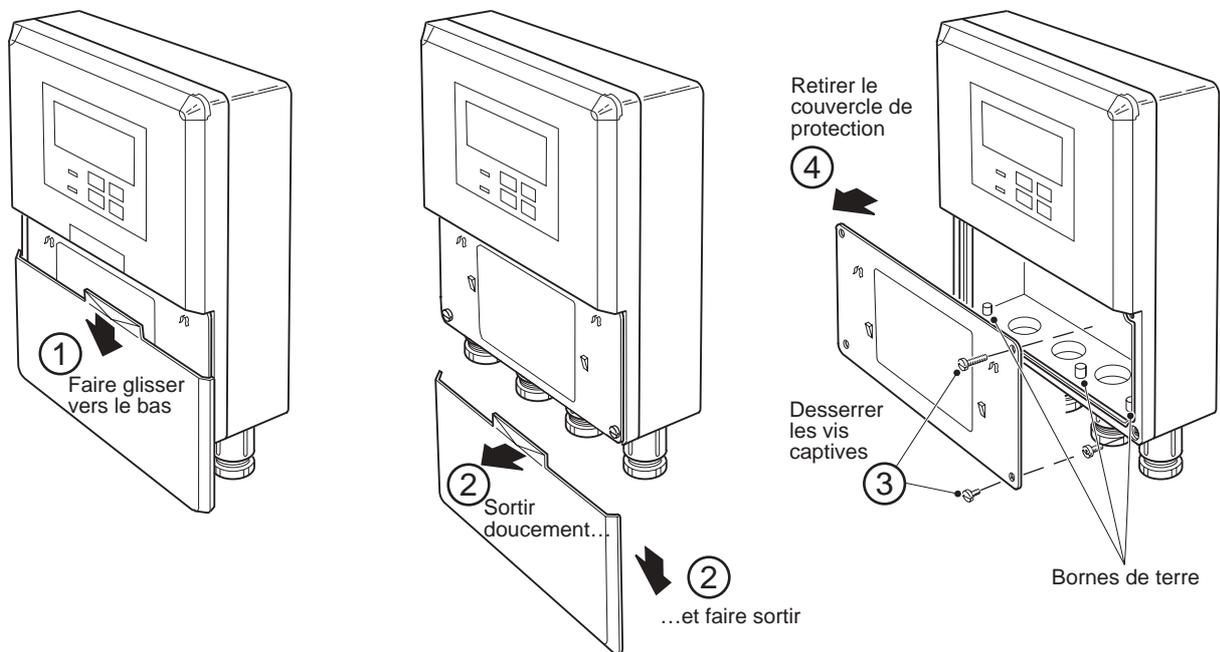

Figure 4.2 Accès aux bornes des instruments muraux
- **Les bornes de mise à la terre** – sont montées sur le boîtier du transmetteur pour assurer la connexion sur la barre collectrice (terre) – voir Figure 4.2 ou 4.5.
4.2 Connexions de l'instrument à montage mural – Figs. 4.2 et 4.3
...4.2 Connexions de l'instrument à montage mural – Figs. 4.2 et 4.3